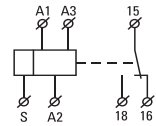

Рис.7 Панель управления реле
6.5.3.2. Установите необходимый режим работы реле (Рис.7). Необходимый режим работы реле задержки отключения циркуляционного насоса представлен в таблице 4.